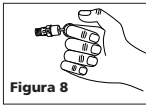

Figura 8
- Hále el anillo de la válvula de seguridad y déjelo que regrese a su posición normal (Vea la Figura 8). Esta válvula libera el aire automáticamente si la presión del tanque excede el nivel máximo fijado.